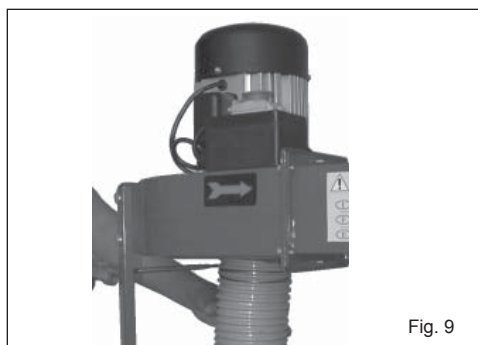

Fig. 9
7. Fixar o tubo flexível ao conector a montar na saída do aspirador (**Fig. 9**). Ou então, desligar este tubo flexível e ligar a da máquina da madeira utilizando o tubo flexível apropriado e a respectiva braçadeira de aperto.